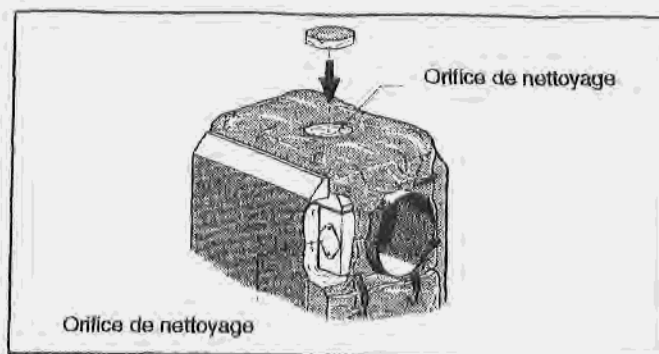

Fig. 11
Remarque : Lors du montage du matelas isolant, veuillez aux orifices de nettoyage supérieur et latéral dans le collecteur de fumées (fig. 11).
- Poser le matelas isolant sur le collecteur de fumées et glisser les extrémités gauche et droite sous la traverse (fig. 11).
- Fixer le matelas isolant devant et derrière à l'aide de deux ressorts tendeurs au calorifuge latéral (fig. 11).